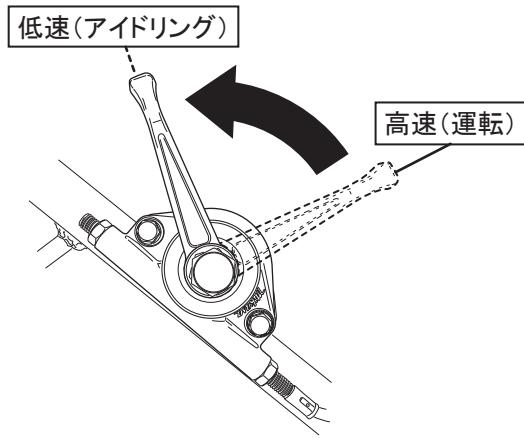

図 40
4. 調速レバーを高速(運転)から低速(アイドリング)へ戻します。(図40)